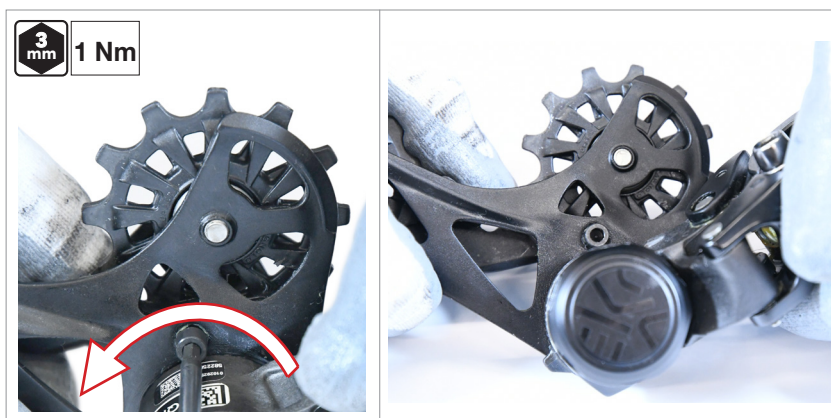

Abb.13
**11)** Montieren Sie die Anschlagsschraube des Schwenkbügels und ziehen Sie die Schraube mit einem 3-mm-Inbusschlüssel mit einem Drehmoment von 1 Nm an (Abb. 13).